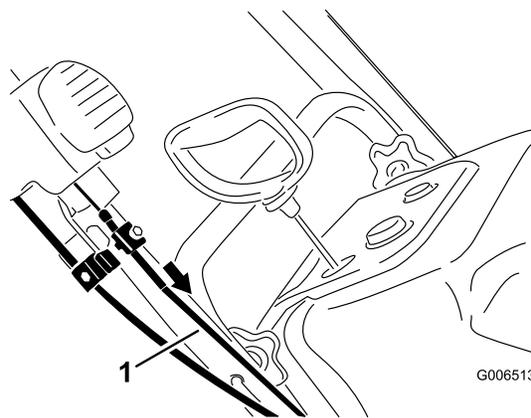

Figure 36
5. Tirez la gaine du câble supérieur vers l'avant pour supprimer le mou, puis serrez la vis du serre-câble solidement (Figure 36).